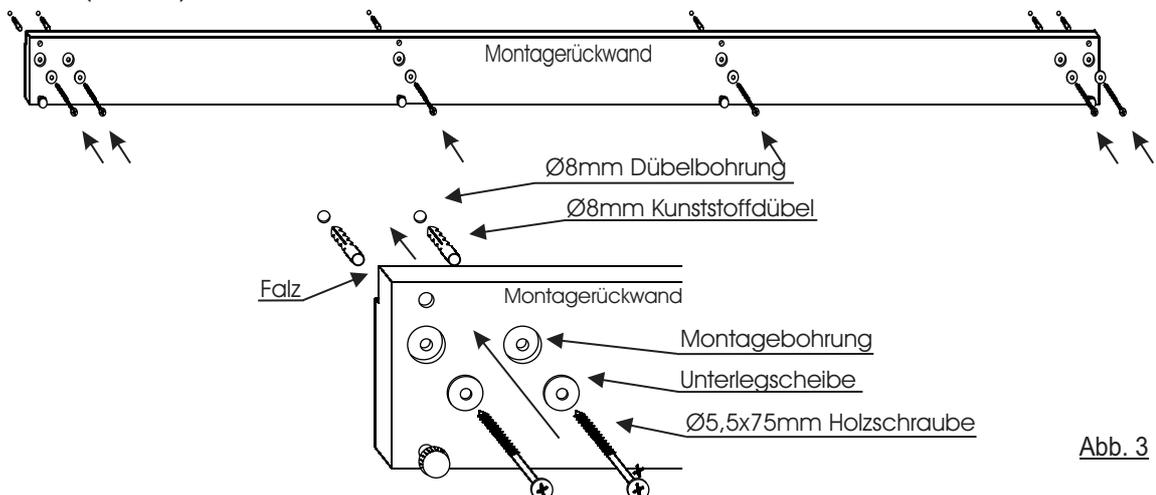

Abb. 3
- Bohren Sie die Dübellöcher mit einem Ø8mm Bohrer und montieren Sie die Montagerückwand mit den Ø8mm Kunststoffdübeln, Unterlegscheiben und Ø5,5x75mm Holzschrauben waagrecht an die Zimmerwand. (Abb. 3)